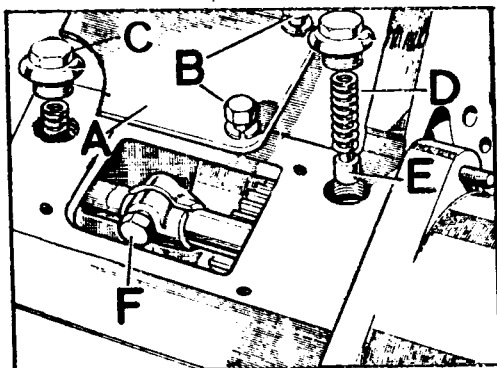

Fig. C1-47 Selector de la caja reductora
- 1.2. Extraer los dos tapones, A (Fig. C1-47), muelles, D, y émbolos, E, del eje selector de "altas" y "bajas".
- 1.3. Quitar la tapa superior, A (Fig. C1-47) desmontando los elementos de fijación, B, y extraer el tornillo, F, de fijación de la horquilla.